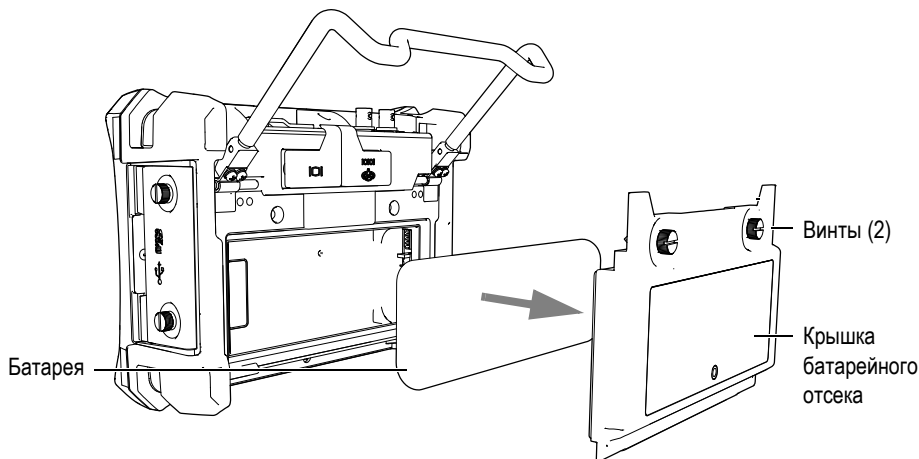

Рис. 4-4 Открытие батарейного отсека
Батарея находится в специальном отсеке на задней панели прибора ЕРОСН 600 (см. Рис. 4-4 на стр. 80).
2. Ослабьте два винта на задней стенке прибора, удерживающие крышку батарейного отсека (Рис. 4-4 на стр. 80).